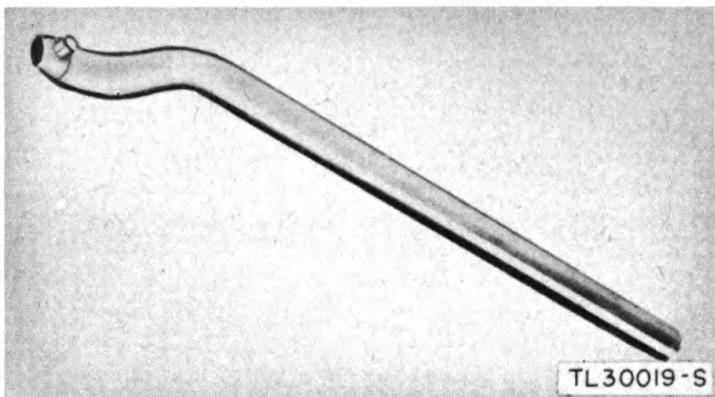

Figure 25. Spanner Wrench MX-219/UP.
31. SPANNER WRENCH MX-219/UP (fig. 25).